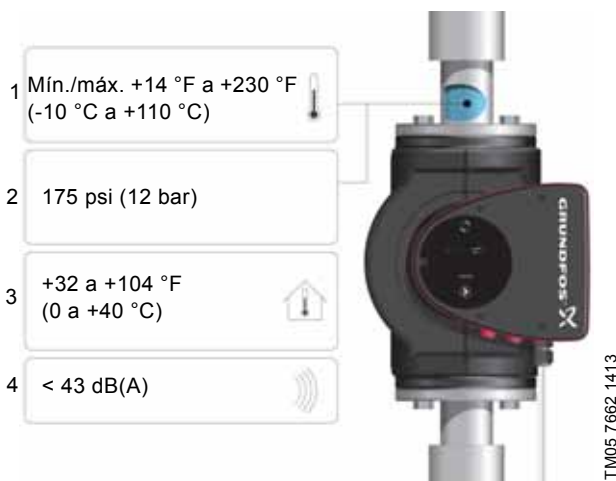

Fig. 2 Condiciones de operación
Consulte la fig. 2, pos. 1.
Consulte la fig. 2, pos. 2.
Consulte la fig. 2, pos. 3.
Consulte la fig. 2, pos. 4.